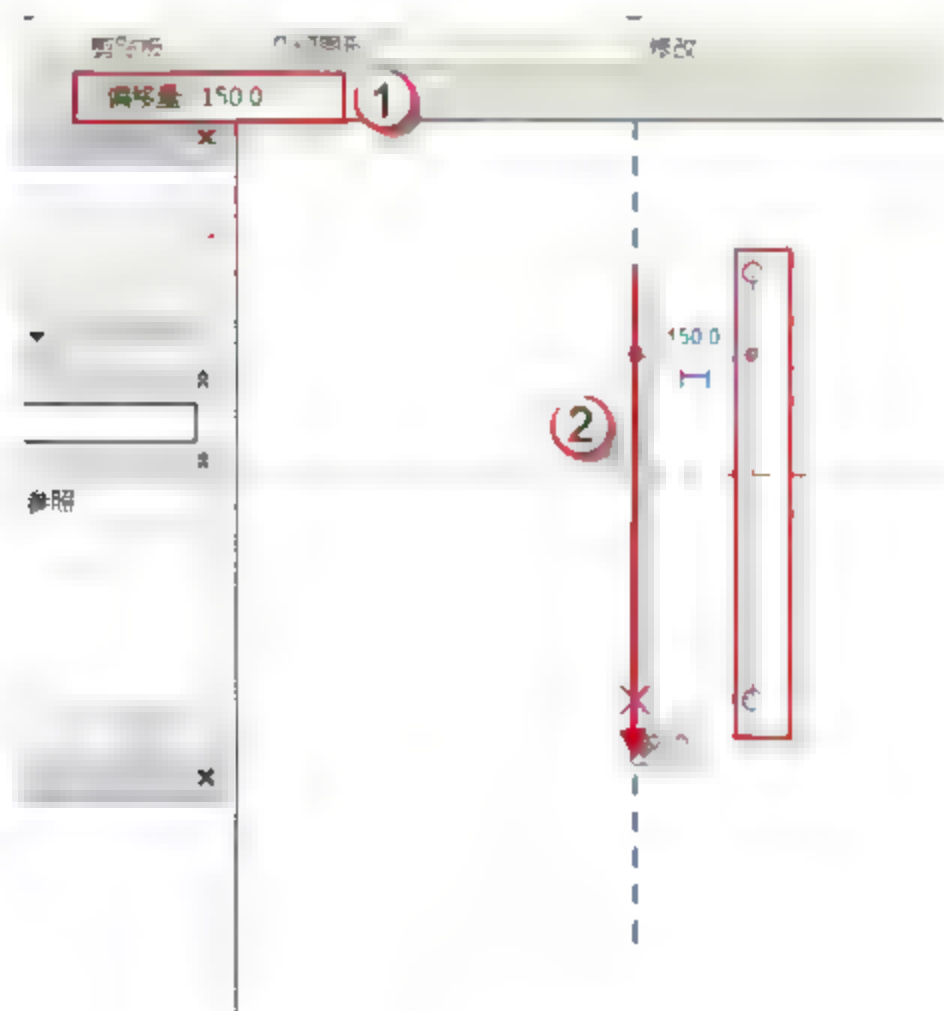

图 12.2.2 绘制辅助线
(2) 绘制辅助线。按快捷键 **R+P**，在“偏移量”后输入“150”字样，然后绘制辅助线，如图 12.2.2 所示。